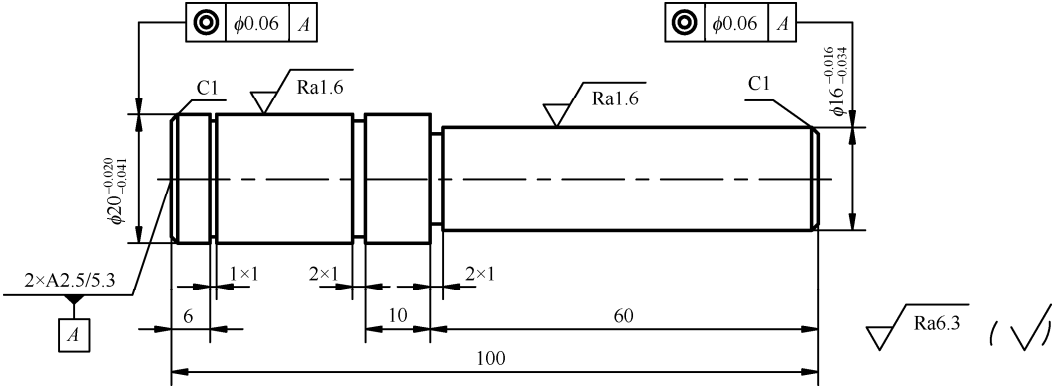

图 2-3
(1) 主动轮齿数、模数、标准压力角各为多大？
(2) 若使用齿轮滚刀加工这个齿轮，会不会产生根切现象？
4. 用 CA6140 普通车床加工如图 2-3 所示的阶梯轴，毛坯采用 $\phi 28 \times 105$ 的 45 圆钢，车削时粗、精加工分开，为保证同轴度，精车采用双顶尖装夹。看懂图形，结合车工经验，将工序括号中的内容填写完整：